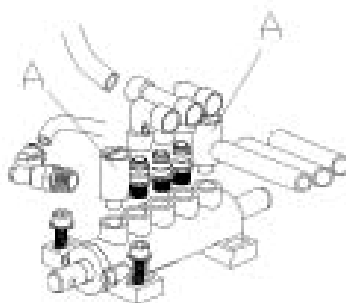

рис.11
8) Для очистки или замены центрального обратного клапана снимите крышку с левой стороны аппарата. 9) Отсоедините воздушные шланги, подходящие к клапану. 10) Поток сжатого воздуха прочистите клапан. При необходимости замените его. 11) Для очистки или замены клапана отжима покрывки повторите шаги 8, 9, 10 (см. рис.11).